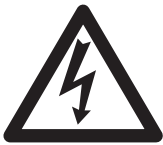

图2 电压警告标志
- 如可能，操作过程中应在设备上安放适当的警告标志，以提醒可能的危险。一个典型的例子就是电压危险的警告标志，见图2